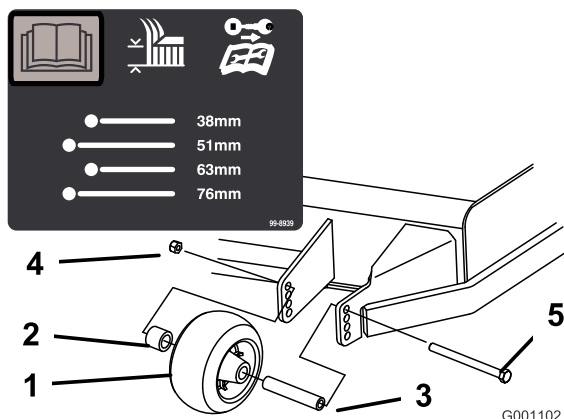
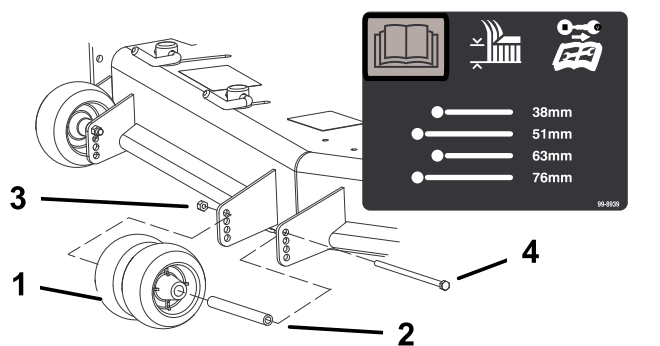
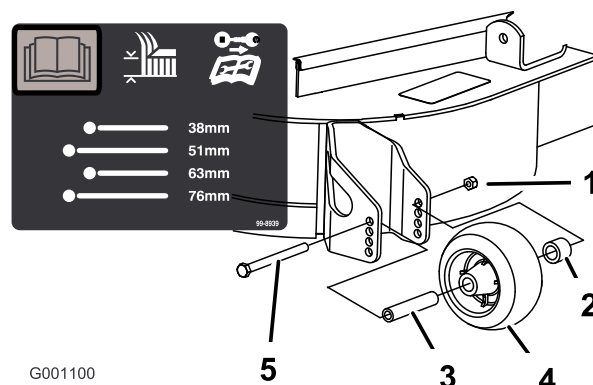

Figura 31
Figura 32
Figura 33
3. Dopo avere regolato l'altezza di taglio, regolare i rulli togliendo il dado flangiato, la boccola, il distanziale e il bullone (Figura 31, Figura 32 e Figura 33).
**Nota:** I 2 rulli centrali sono privi di distanziale (Figura 32).
- Montate il dado flangiato, la boccia, il distanziale ed il bullone. Serrate il bullone a un valore compreso tra 54 e 61 N·m (Figura 31, Figura 32 e Figura 33).